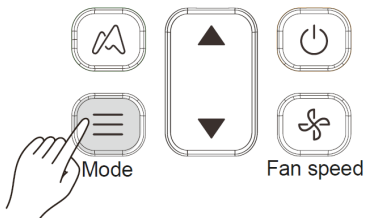

Figura 3.4
1) Pressione o botão  (ver Figura 3.4). O ecrã exibe o modo de funcionamento.